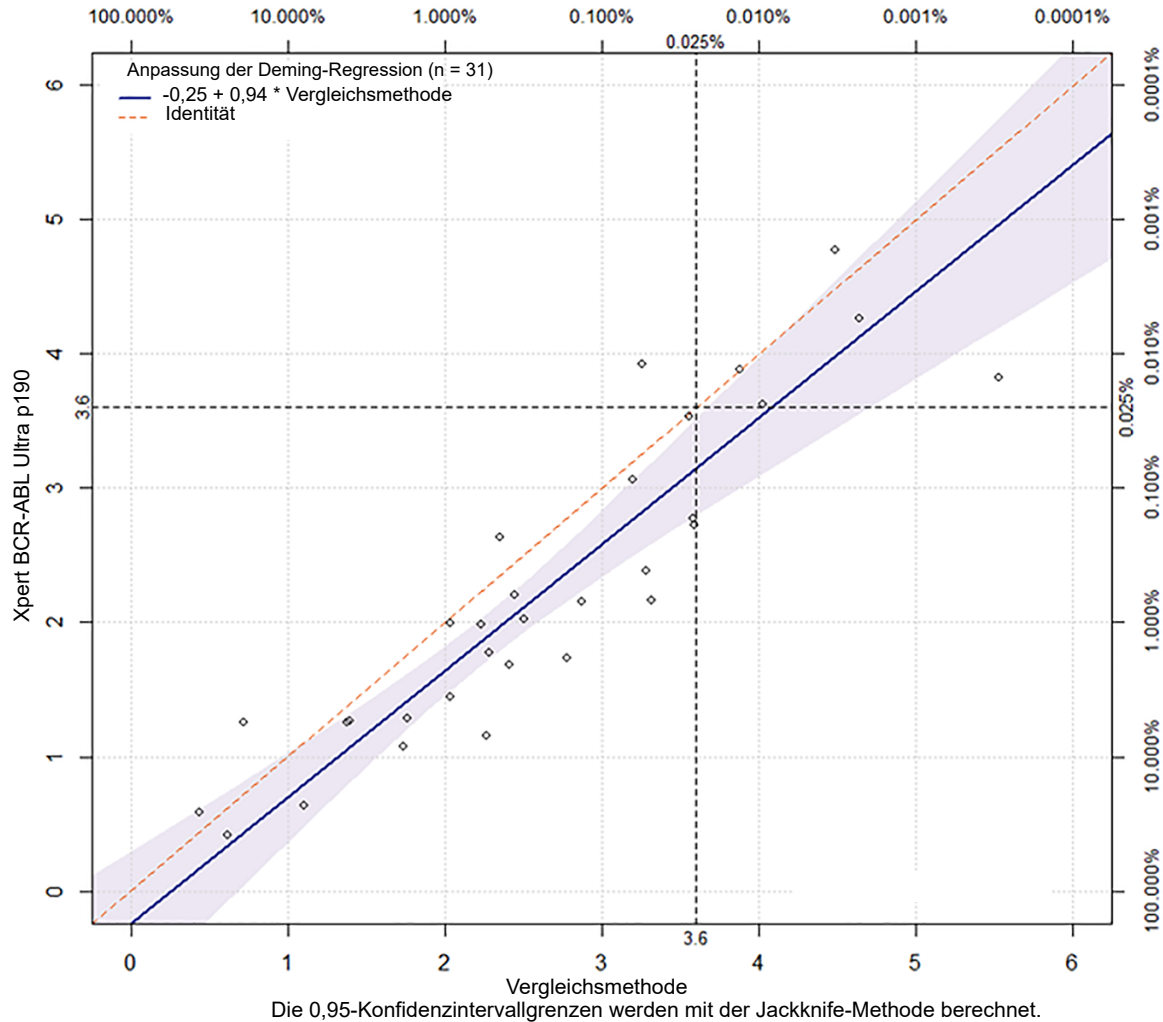

Abbildung 10. Deming-Regression für LR
Die Deming-Regressionsanalyse für die Ergebnisse des prozentualen Verhältnisses (PR) zeigt eine gute Korrelation zwischen dem Xpert BCR-ABL Ultra p190 und den Messungen der Vergleichsmethode in Bezug auf die PR-Messung. Der Achsenabschnitt lag bei 0,01 und der Anstieg lag bei 1,08; beide Werte erfüllten die Akzeptanzkriterien. Der Pearson-Korrelationskoeffizient r betrug 0,814. Zur Normalisierung der PR-Datenverteilung wurde eine Log-Reduktion (LR) durchgeführt. Es wurde eine Deming-Regressionsanalyse mit LR-Messungen durchgeführt, die in Abbildung 10 unten dargestellt ist.
Abbildung 10 zeigt eine hohe Korrelation zwischen Xpert BCR-ABL Ultra p190 und Tests der Vergleichsmethode für LR-Messungen. Die Deming-Regression hat einen Anstieg von 0,94 und einen Achsenabschnitt von -0,25. Die Ergebnisse der Deming-Regression für die LR-Werte erfüllten zudem das Akzeptanzkriterium für den Achsenabschnitt und den Anstieg. Die Gesamtkorrelation (Pearson) r war mit 0,904 hoch.